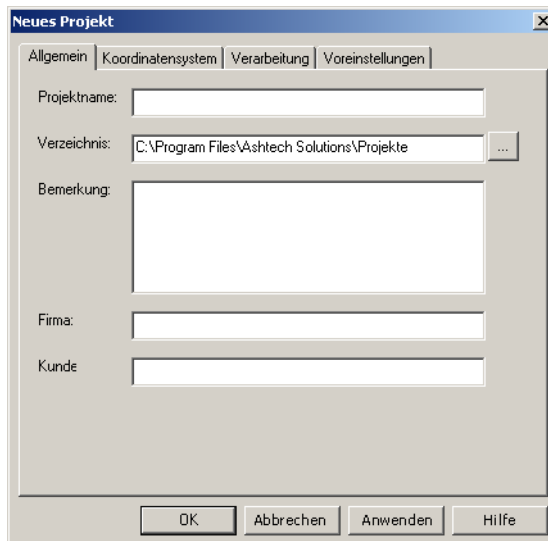

Abbildung 3.2. Dialogfenster "Neues Projekt" - Registerkarte "Allgemein"
2. Klicken Sie auf **Ein neues Projekt erstellen**. Das Dialogfeld **Neues Projekt** wird geöffnet, Abbildung 3.2. Dieses Dialogfeld enthält 4 Registerkarten: Allgemein, Koordinatensystem, Verarbeitung, Voreinstellungen.